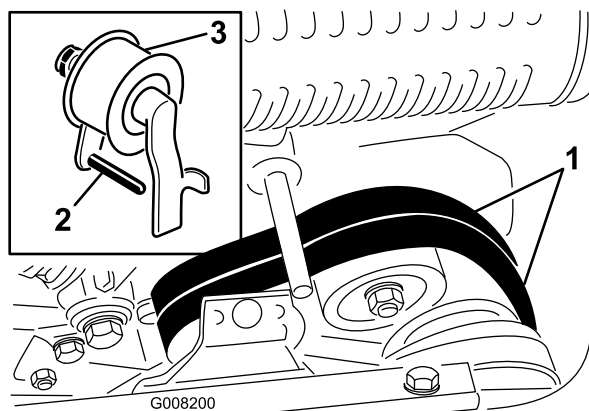

図 39
8. エンジンを使わずに、楽に機体を押したり引いたりすることができるように、ベルト・ガイド（図 39；挿入図）を以下のように調整しておきます：